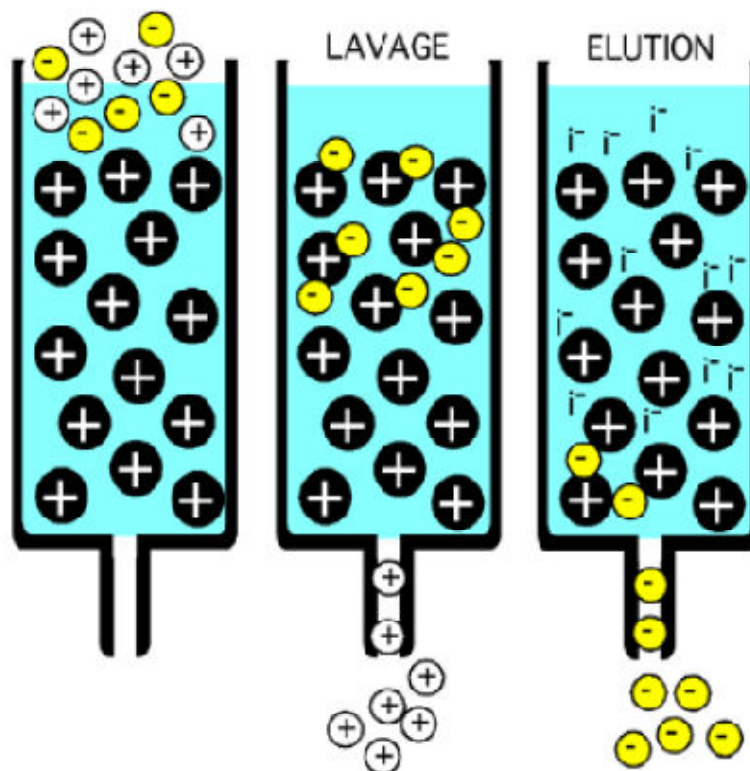

Figure 05: Les étapes de séparation d'une chromatographie ionique
4.3. Les étapes de séparation: (figure 05)